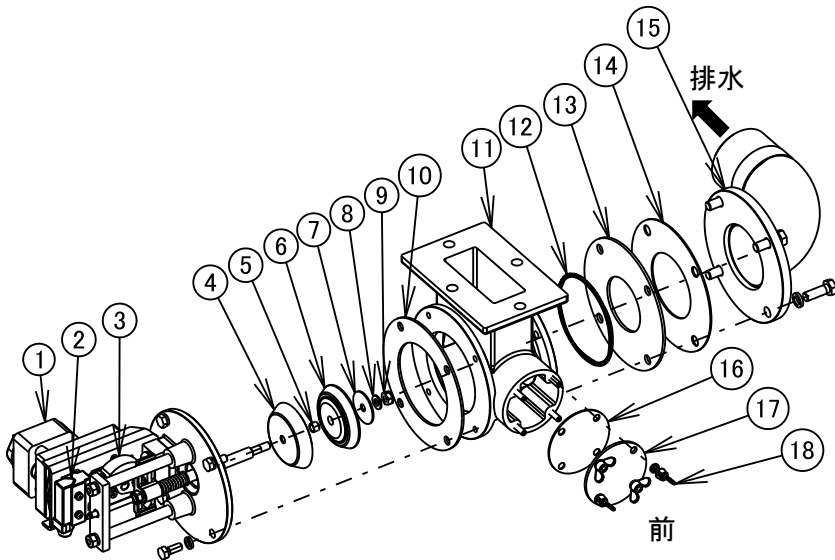

図8-14
8. 3. 7 排水弁 (図8-14)
4) 排水弁補助弁の交換(図8-14)
- ・ ①モータと②リミットスイッチのケーブルコネクタを外します。①モータアース線を外します。
- ・ ボルト(M8)を緩めて①～⑩一体品を取り外します。
- ・ ⑩U ナット(M8)を緩めて⑤～⑧弁部をシャフトから取り外します。
- ・ ⑥排水弁補助弁の中央にはまっている⑤排水弁スペーサを取り外し新しい⑥排水弁補助弁に取り付けます。
- ・ ⑤～⑧弁部をシャフトに逆の手順で組み付けます。
- ・ ①～⑩一体品をボルト(M8)で組み付けます。
- ・ ①モータと②リミットスイッチのケーブルコネクタ及び、①モータアース線を元の通に接続します。
- ・ ③排水弁マイクロカムの回転方向と排水弁の動作確認を行うこと。